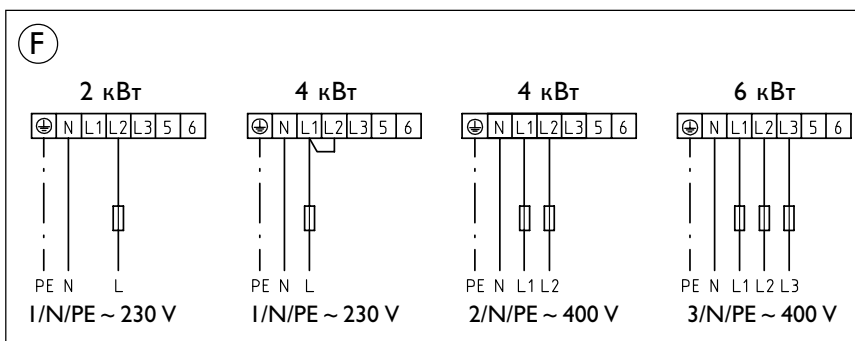

рис. 16
Также возможно использование приборов типа HFA...Z в режиме "бойлер". В этом случае температура воды не поддерживается автоматически. Каждый нагрев включается вручную с помощью кнопки быстрого подогрева на панели управления (схема подключения - см.рис.16).
F. Подключение в режиме "бойлер" (каждое включение управляется нажатием кнопки быстрого подогрева; температура воды не поддерживается автоматически), рис. 16.